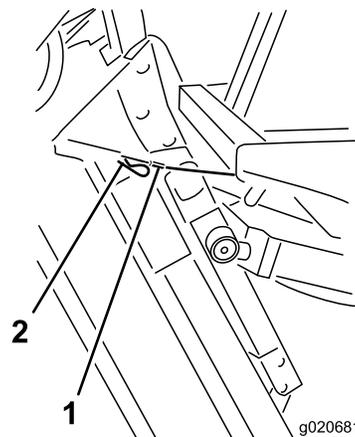

Figura 79
6. Mantenendo il piatto di taglio verticale, fate passare l'estremità del cavo sopra il perno del braccio di sollevamento del piatto di taglio e fissate il cavo con la coppiglia (Figura 79).